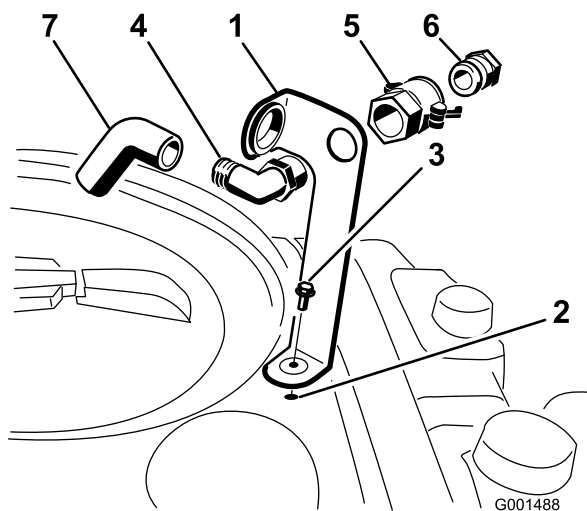

図 3
1. タンクに開けてあるネジ穴に合わせて補給口ブラケットをセットし、フランジヘッド・ボルト (5/16 x 3/4 インチ) で固定する(図 3)。
2. 90度エルボのネジ切りしている側をブラケットに通し、クイック・カップラでブラケットに固定する(図 3)。
3. クイック・カップラにホース・アダプタを取り付ける(図 3)。
4. カップラについているレバーをアダプタ側に倒してロックし、ヘアピンコッターで固定する(図 3)。
5. 逆流防止ホースを、ブラケットの大きな開口部に通してから、90度エルボに取り付ける(図 3)。